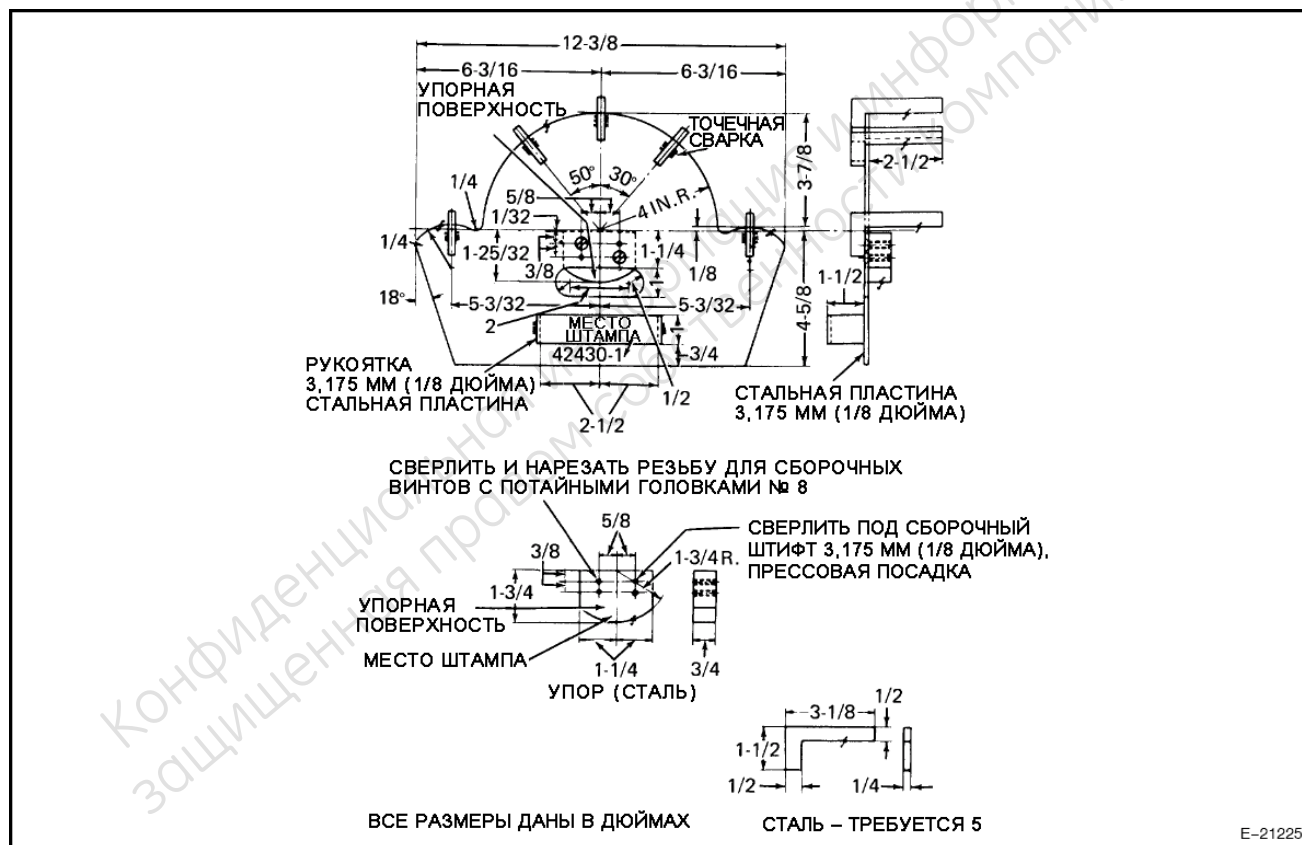
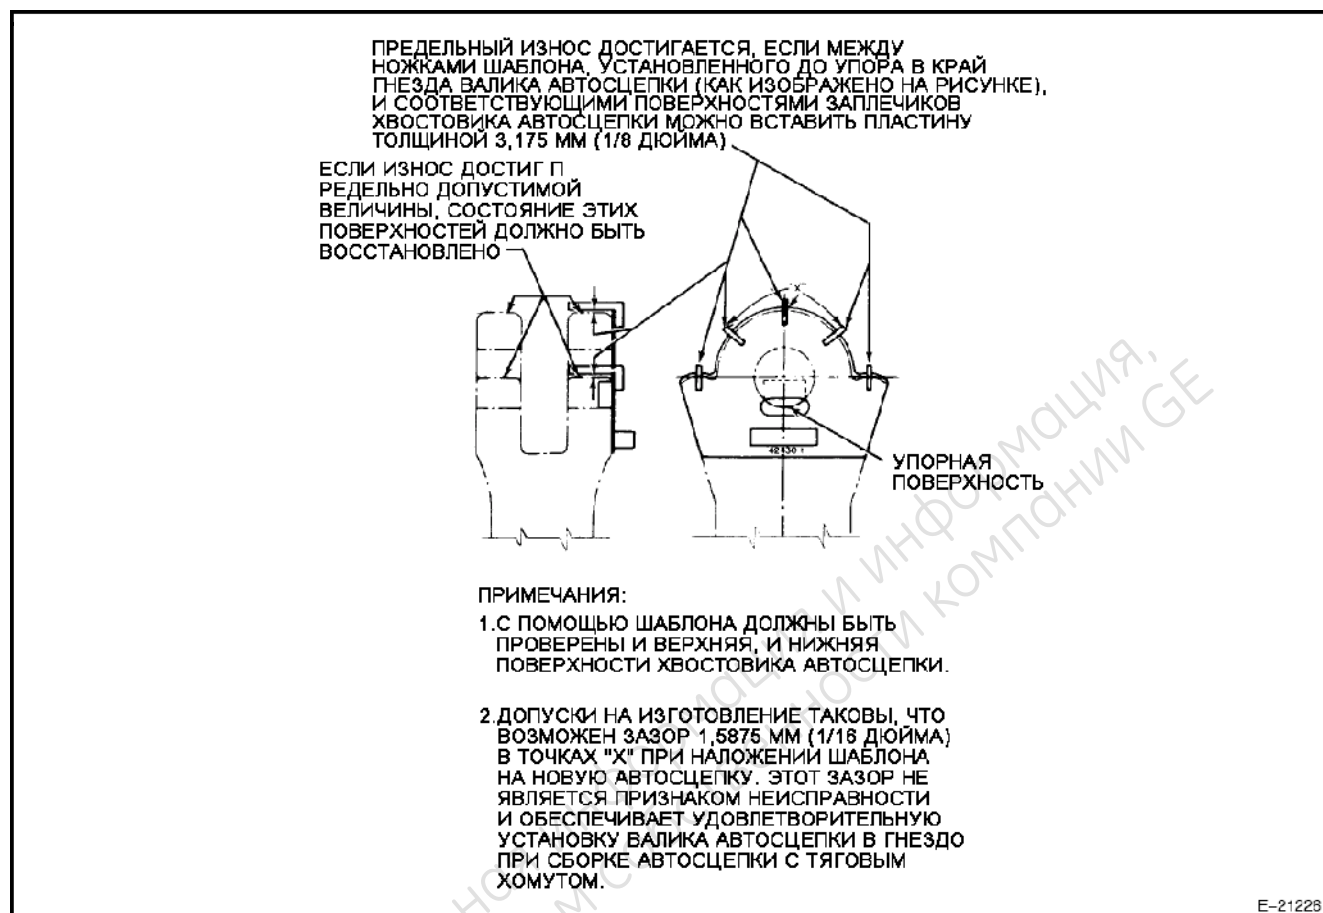

Рис. 3. Шаблон для проверки хвостовика автосцепки
Рис. 4. Проверка хвостовика автосцепки с помощью шаблона
- а. Наложите шаблон (рис. 3) на верхнюю и нижнюю поверхности хвостовика автосцепки, упирая ограничитель в край гнезда валика автосцепки, как изображено на рис. 4.